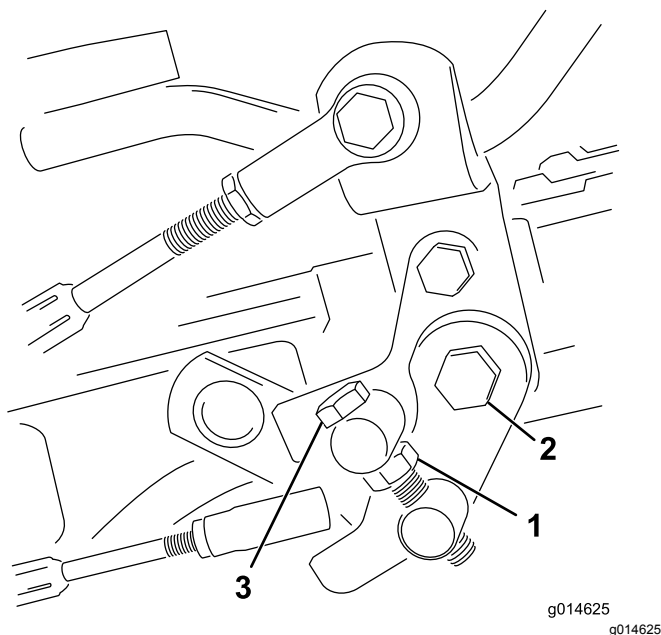

Figura 35
1. Afloje la contratuerca del tornillo de caperuza del muñón (Figura 35).
4. Apriete la contratuerca del perno del muñón y la tuerca de la articulación del pedal para bloquear el ajuste (Figura 35). Compruebe el funcionamiento, y vuelva a ajustar si es necesario.